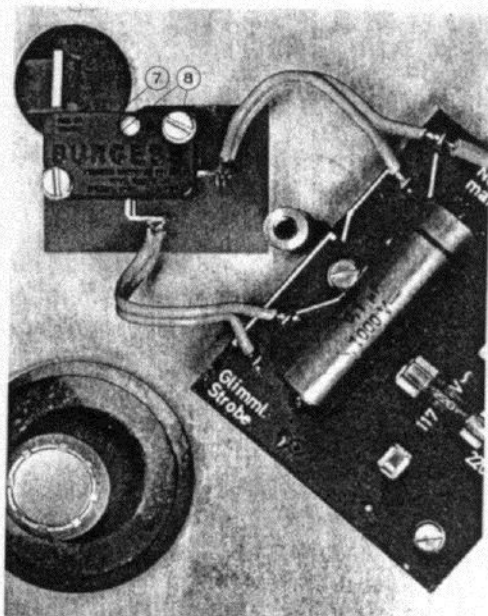

FIG. 5
Der Mikroswitch Bild 5 (7) wird von zwei M3 Schrauben gehalten, Bild 5 (8), die in eine bewegliche Gewindeplatte hinter dem Unterchassis geschraubt sind. Nach dem Auswechseln des Netzschalters muss er derart justiert werden, dass das Schaltgestänge ihn in den Endstellungen der Schiebetaste einwandfrei ein-, bzw. ausschaltet.